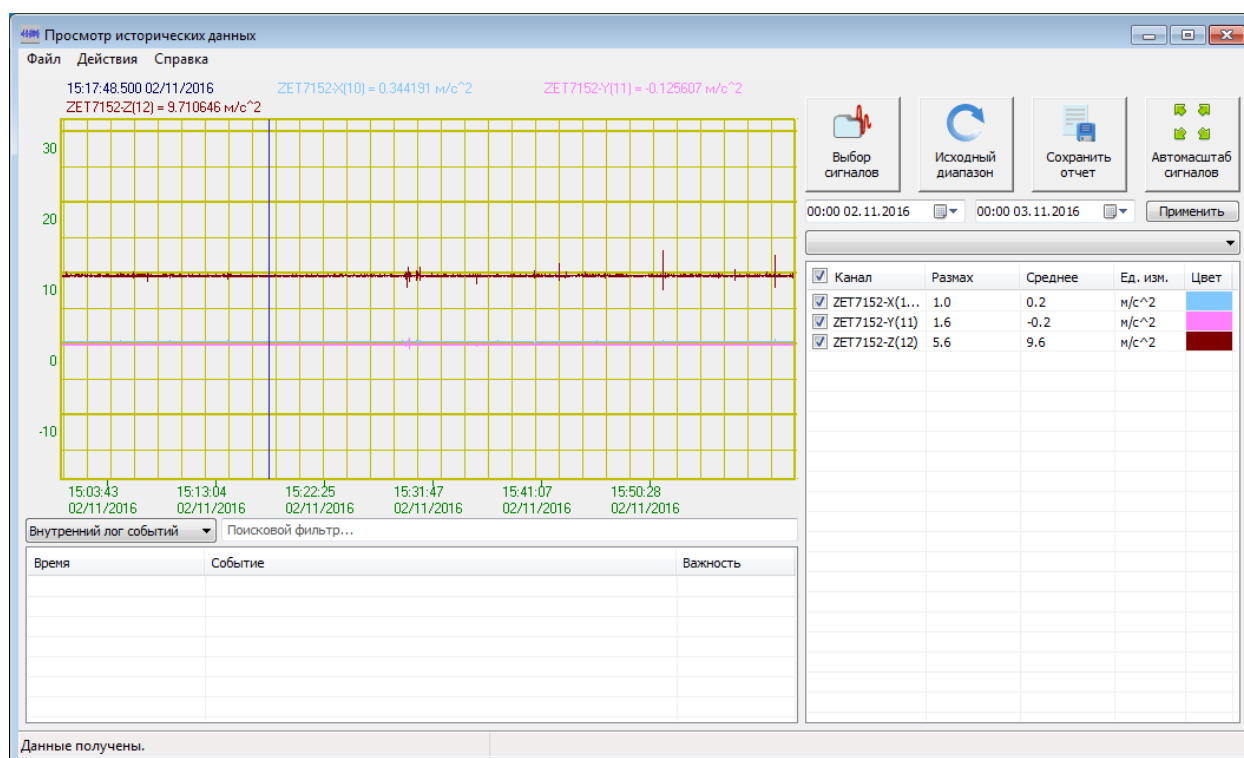

Рис. 3.4 Программа «Просмотр трендов»
7. В случае нажатия кнопки «ОК» откроется окно программы «Просмотр трендов» (Рис. 3.4), предназначенной для просмотра записанных сигналов.